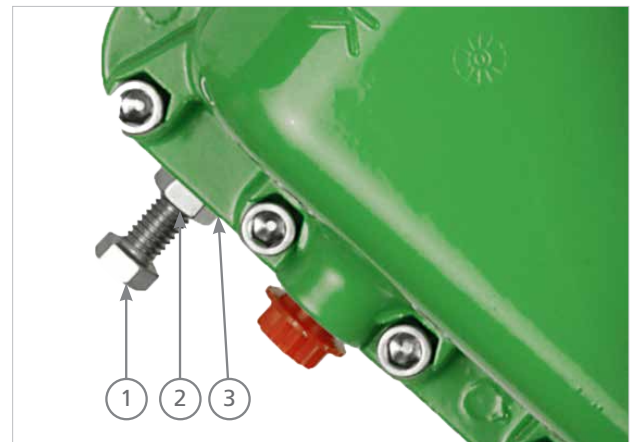

図7:角度ストロークの設定
9.2.1.1 「クローズバルブ」位置の設定(図7参照)
9.2.1.2 「オープンバルブ」位置の設定(図7参照)
9.2.2.1 「オープンバルブ」位置の設定(図7参照)
- ロックナット (2) を緩めます。
- 反端圧力が無く、ストップボルト (1) が制限なく回るまでアクチュエータを加圧します。
- アクチュエータがフルオープン位置に到達しない場合、ストップボルト (1) を反時計回りに調節します。
- アクチュエータがフルオープン位置を超えてしまう場合、ストップボルト (1) を時計回りに調節します。
- レンチでストップボルト (1) を押さえ、ロックナット (2) を締めます。ワッシャ (3) およびアンダーシールが正しい位置にあることを確認します。
9.2.2.2 「クローズバルブ」位置の設定(図7参照)
- ロックナット (2) を緩めます。アクチュエータがフルクローズ位置に到達しない場合、ストップボルト (1) を反時計回りに調節します。アクチュエータがフルオープン位置を超えてしまう場合、ストップボルト (1) を時計回りに調節します。新たな角度位置を1回のクローズストロークで確認します。目的の角度になるまでこの手順を繰り返します。
9.2.3 フェール・クローズ・アクチュエータ(図7参照)